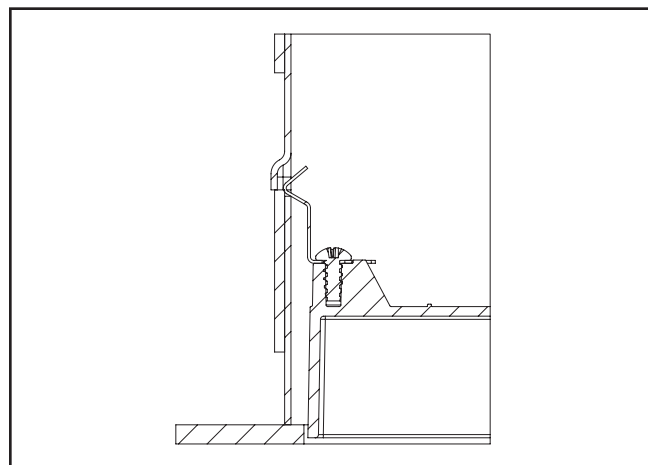

Figure 2.8.
6. Assurez-vous que les ressorts sont placés sur les volets fournis avec le boîtier. (Figure 2.8)